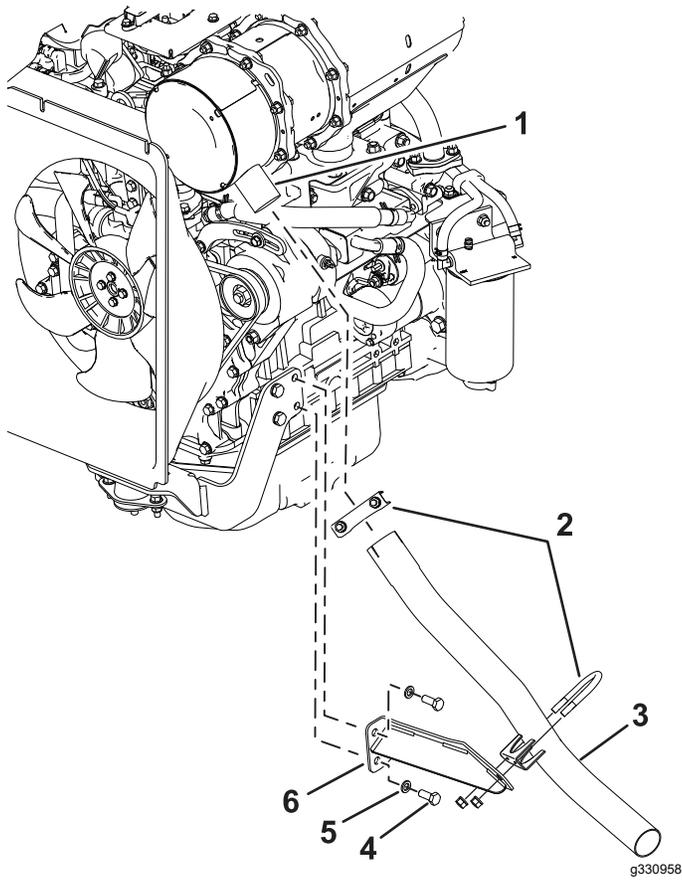

Bild 3
4. Installieren Sie die neue Halterung seitlich am Motor mit den zuvor entfernten Unterlegscheiben und Motorschrauben (Bild 3).
5. Schieben Sie die vorhandene Klemme über das neue Auspuffrohr und installieren Sie den neuen DPF-Auslass (Bild 3).
6. Befestigen Sie die neue Klemme um das neue Auspuffrohr und an der Halterung mit den Befestigungselementen der Klemme an (Bild 3).
8. Ziehen Sie die Motorschrauben auf 54 Nm an und ziehen Sie dann alle Klemmen fest (Bild 3).